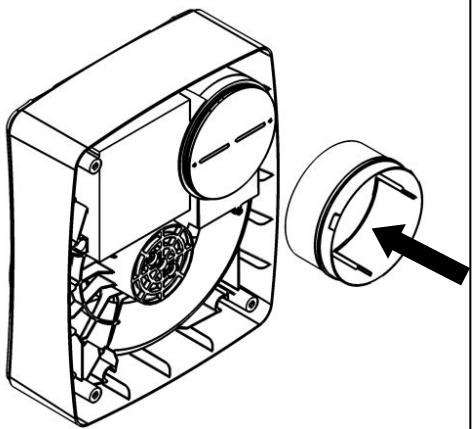

Fig.3.
5. Bevestig het kanaal aan het insteekende en plaats het in het gat in het paneel, waarbij de ommanteling correct in de basisbehuizing moet zitten. Zet alles in de juiste positie vast met behulp van de passende bevestigingen (fig.3).
8. Gebruik de basisbehuizing als sjabloon, markeer de bevestigingsgaten op de wand, en schuif het insteekende voorzichtig in de muurdoorvoer. Zorg dat de basisbehuizing goed in positie zit met behulp van de meegeleverde schroeven en bevestigingen, zorg dat de ommanteling correct in de basisbehuizing past (fig. 3)